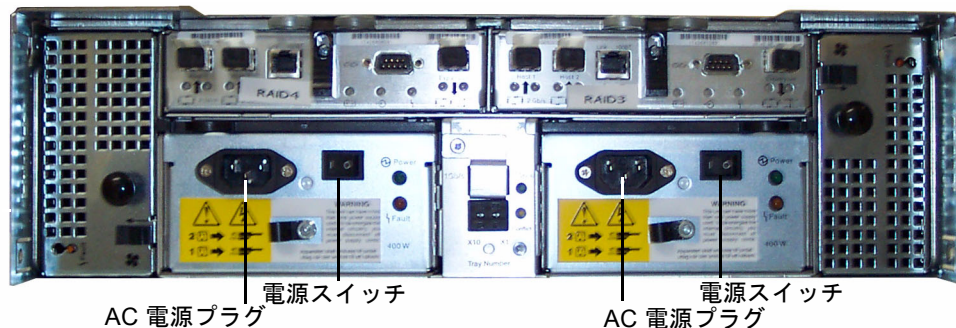

図 2-22 コントローラ格納装置の背面パネル
2. 電源スイッチがオフの位置にあることを確認してから、両方の AC 電源ケーブルを各コントローラ格納装置の背面に接続します (図 2-22 を参照)。